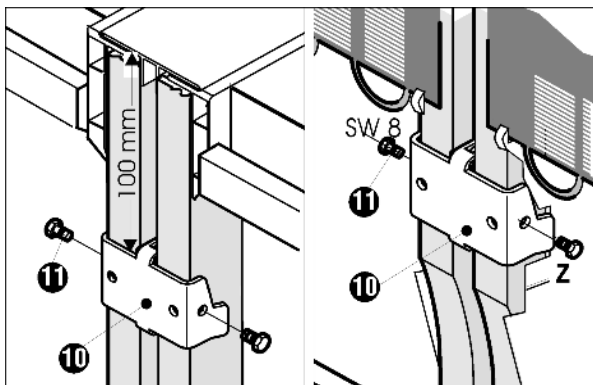

Fig. 5
- С задней стороны следует установить, соответственно, сверху и снизу крепежные уголки Fig. 5 (10). Сместите верхний крепежный уголок вверх на расстояние до 100 мм от верхнего края. Нижний крепежный уголок вставьте в соответствующий вырез (Z).
- Затем оба крепежных уголка Fig. 5 (10) осторожно прочно затяните с боков с помощью прилагаемых винтов с шестигранной головкой Fig. 5 (11).